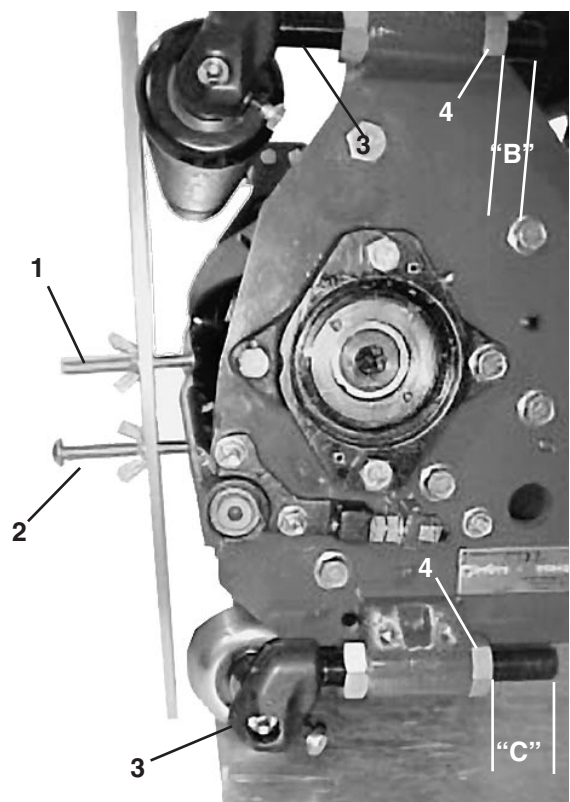

Bild 8
4. Stellen Sie die Höhe der vorderen Schnitthöhenstange „B“ anhand der Abmessungen in Tabelle 1 ein. Dieses Maß gilt von der Oberfläche der Schnitthöhenstange bis zur obersten Hutmutter (Bild 8).
5. Stellen Sie das hintere Stützgesteile entweder an die oberste oder unterste Stelle (siehe Tabelle 1). Stellen Sie die Höhe der hinteren Schnitthöhenstange um 3 mm tiefer als die in Tabelle 1 angegebene Abmessung, wodurch ein Abstand zwischen der hinteren Walze und der Messlehre (Bild 8) entsteht.
6. Legen Sie die Messlehre über die vordere und die hintere Walze. Die erste Schraube muss eng über die Schnittmesserkernte passen, während das Ende der zweiten Schraube die Unterseite des Untermessers berühren muss (Bild 8). Stellen Sie, wenn zwischen der vorderen Walze und der Messlehre ein Abstand besteht oder Sie die Messlehre nicht anbringen können, die vordere Walze so ein, dass erstens die 1. Schnitthöhenschraube eng über das Untermesser passt und zweitens die 2. Schraube soeben das Untermesser berührt und drittens die Messlehre die vordere Walze berührt. Prüfen Sie die Neigung der vorderen Walze an beiden Enden des Untermessers nach.